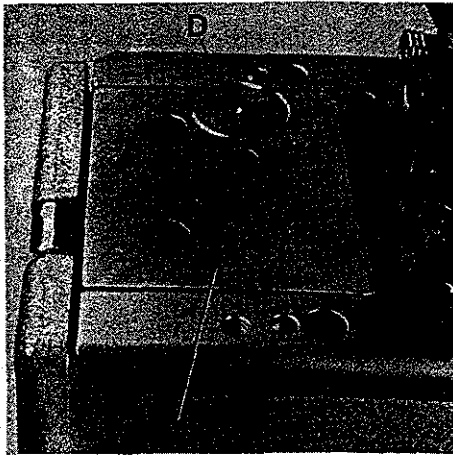
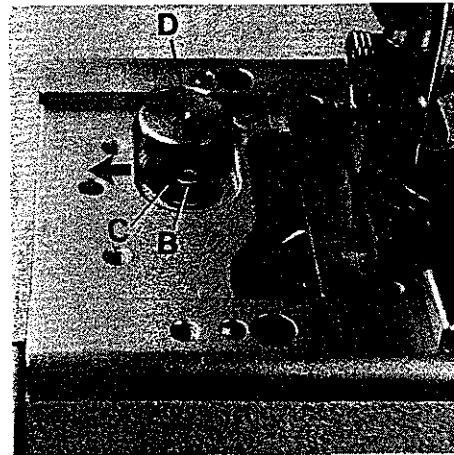
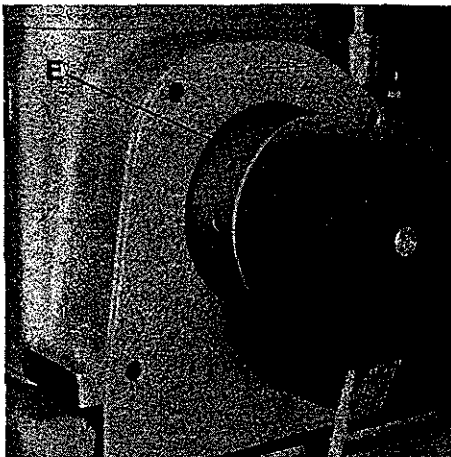

Fig.9
Fig.10
Fig.11
Before the machine leaves the factory, the stitch length change mechanism is locked. After removing cover (A, Fig. 9) and loosening screw (B, Fig. 10) lever (C) can be swung in the direction of the arrow to the left to unlock the stitch length change mechanism. The required hexagon socket wrench is a component of the machine accessories.
Vor dem Versand der Maschine wird die Stichelängenverstellung blockiert. Entfernt man den Deckel (A, Fig. 9) und löst die Schraube (B, Fig. 10), kann der Hebel (C) in Pfeilrichtung nach links geschwenkt werden und die Arretierung der Stichelängenverstellung ist aufgehoben. Der benötigte Sechskantschraubendreher ist im Zubehör der Maschine enthalten.
The stitch length is changed by slightly pressing stop bolt (D, Figs. 9 and 10) and simultaneously rotating pulley (E, Fig. 11). Within one revolution of the pulley stop bolt (D, Fig. 9) engages and the stitch length change starts. Rotating pulley clockwise shortens the stitch, rotating it counterclockwise increases the stitch.
Die Stichtlänge wird durch leichtes Drücken auf den Rastbolzen (D, Fig. 9 und 10) und gleichzeitiges Drehen der Handrad-Riemenscheibe (E, Fig. 11) eingestellt. Nach spätestens einer Umdrehung der Handrad-Riemenscheibe rastet der Rastbolzen (D, Fig. 9) ein und die Stichverstellung beginnt. Drehen der Handrad-Riemenscheibe im Uhrzeigersinn verkleinert den Stich, drehen im Gegenuhrzeigersinn vergrößert ihn. Nach dem Einstellen der gewünschten Stichtlänge kann, wenn notwendig, die Stichtlängenverstellung wieder blockiert werden. Montieren Sie den Deckel wieder.